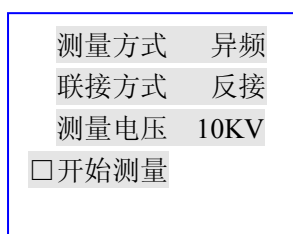

图 7 开始测量
- ④ 按“ENT”键，光标进入“**测量电压 □ 0.5KV**”，按“ ”、“▲”键，▼可从 0.5, 1.0, 1.5, 2.0, 2.5……9.5~10KV 间调整电压。按“ESC”键，光标移至首位，再按“▼”键，将光标移至下一排“**□开始测量**”前，见图 7 所示。